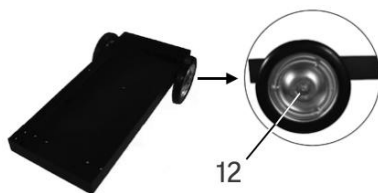

fig. 1
3. Insérez une des goupilles fendues (n° 12) afin de retenir la roue sécuritairement en place (fig. 1).